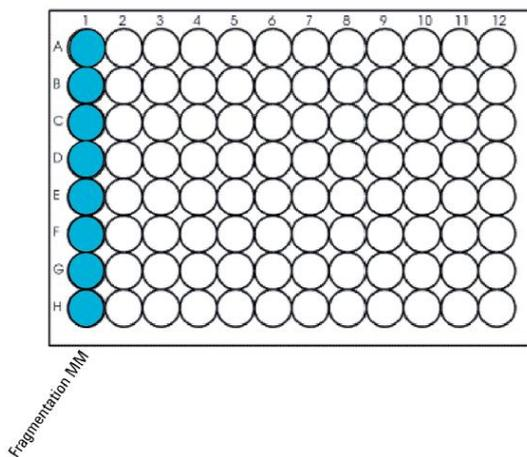

図 4 Fragmentation_XT_HS2_mRNA 用のマスターミックスソースプレートの配置
1. 表 22 に示す容量の 2x Priming Buffer を Agilent Deep Well プレートのカラム 1 の全ての Well に分注します。分注時には 2x Priming Buffer はできる限り氷上に保ちます。このマスターミックスソースプレートの最終的な配置は図 4 に示します。
1. 表 27 に示す容量の First Strand Master Mix を Agilent Deep Well プレートのカラム 2 の全てウェルに加えます。このマスターミックスソースプレートの最終的な配置は図 4 に示します。